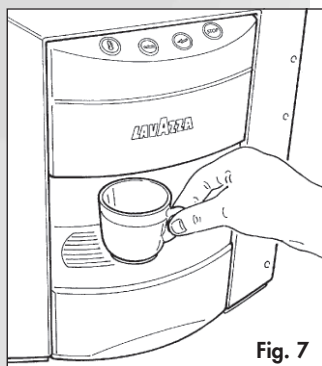
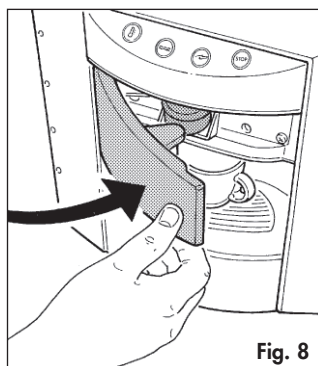

Fig. 7
Fig. 8
Neste caso, é necessário introduzir moedas para activar a preparação de bebidas. Depois de colocar uma chávena sobre a grelha do espaço para chávenas (fig. 7), a sequência de acções é a seguinte:
- Posicionar a cápsula da bebida pretendida dentro do compartimento frontal para esse fim e fechar a portinhola do mesmo com uma ligeira pressão (fig. 8). A introdução da cápsula activa automaticamente a preparação da bebida. O botão de STOP que estava apagado acende-se agora.
Dispor uma chávena sobre a grelha do espaço para chávenas (fig. 7). Posicionar a cápsula da bebida pretendida dentro do compartimento frontal para esse fim e fechar a alavanca com uma ligeira pressão (fig. 8). A introdução da cápsula activa automaticamente a preparação da bebida. O botão de STOP, que estava apagado, ilumina-se. Enquanto a máquina dispensa a bebida, não abrir nunca a alavanca de introdução da cápsula. Depois de se obter a quantidade de bebida pretendida, premir o botão de STOP.